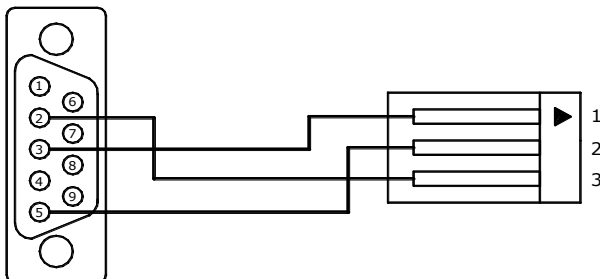

Рис. 7.6
7.7.4 Для прямого соединения «Теплосчетчик – ПК» следует использовать кабель, изображенный на рис. 7.6.